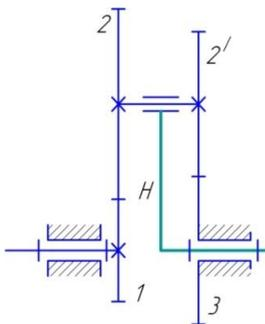

Рис. 7.3
1. Вибрати числа зубців зубчастих коліс планетарного механізму, зображеного на рис.7.3, якщо передавальне число $i_{1,H}^{(3)} =$